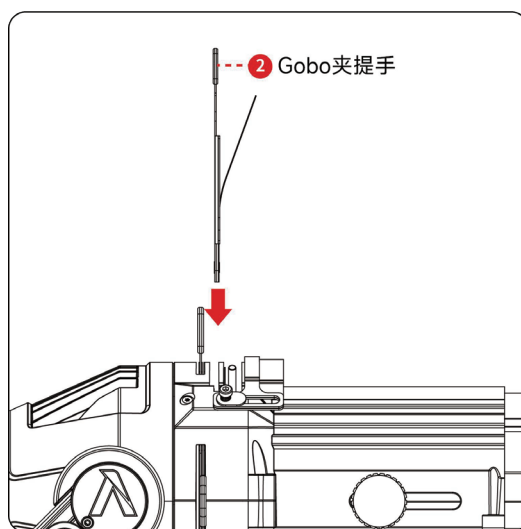

图 7
- 2) 装入 Spotlight Mount II 纸身上 Gobo 槽务，注意 Gobo 夹安装为单方向安装，Gobo 夹提手靠近 Iris 安装槽，如（图 7）所示。前后移动调节镜头，可获得割同清晰度的图案光斑。